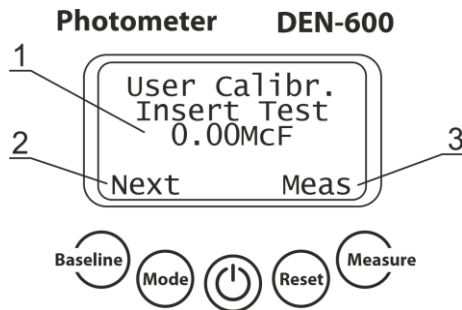

Abbildung 3. Erstellen einer Benutzerkalibrierung
- 5.6 **Erstellen der McF-Benutzerkalibrierung (Abbildung 3).**
- 5.6.6 Drücken Sie im McF-Modus 5 Mal die Taste **Baseline**, um in den Benutzerkalibrierungsmodus zu gelangen (Abbildung 3).
- 5.6.7 Stecken Sie den gewünschten McF-Standard (Abb. 3/1) in die Buchse und drücken Sie Meas (Taste **Measure**). Wenn der gewünschte Standard nicht verfügbar ist, drücken Sie Next (Taste **Baseline**), um zum nächsten Standard zu wechseln.